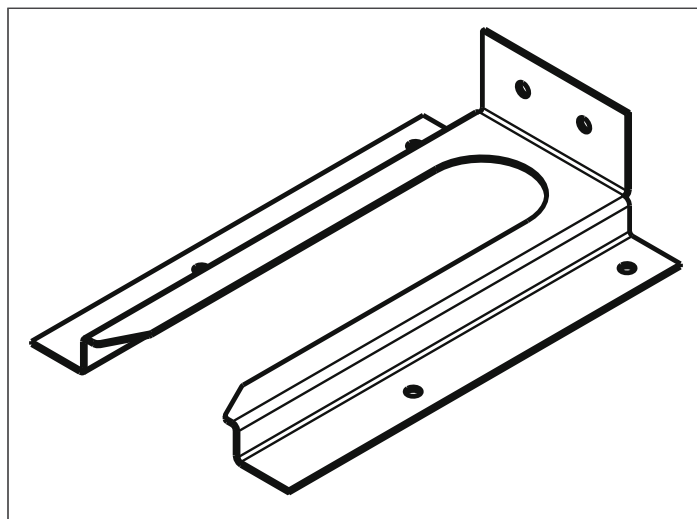
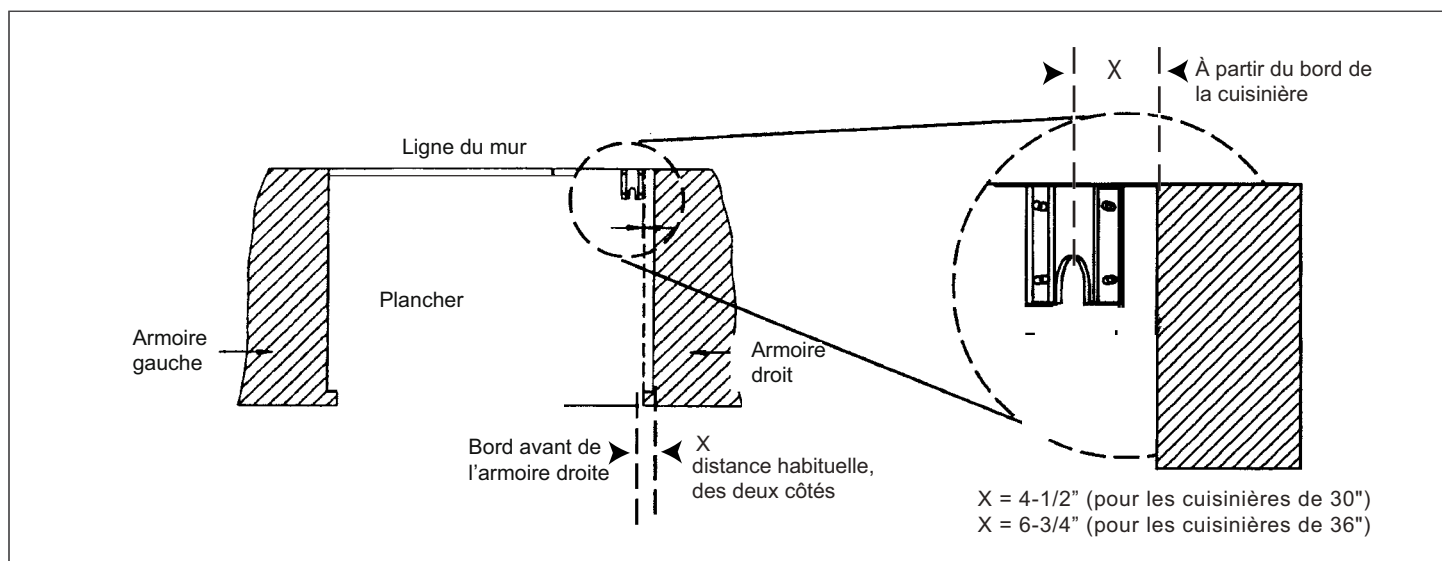
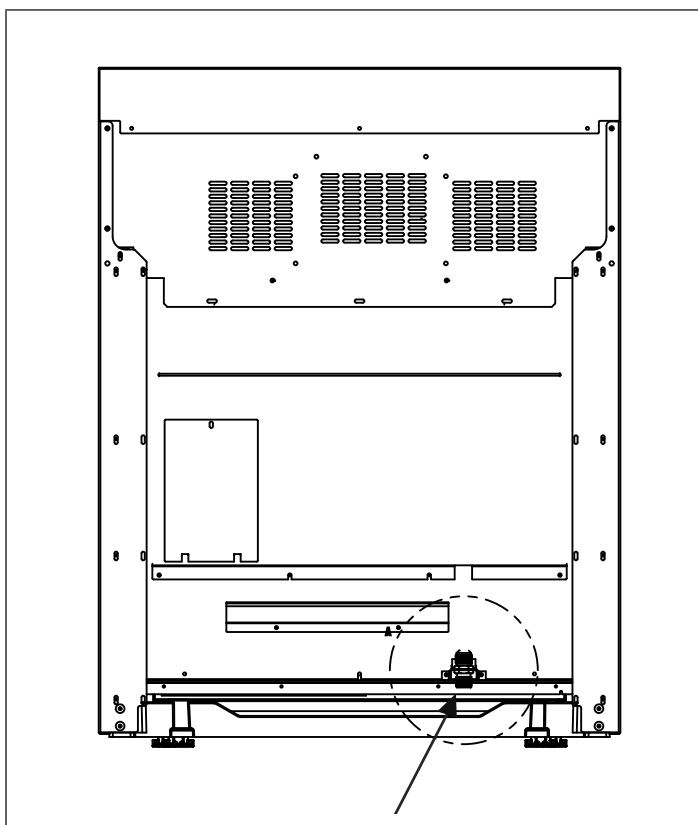

Figure 7 : Montage de la patte antibasculé
Figure 8 : Mise en place de la patte antibasculé (vue du haut)
Figure 9 : Emplacement du tuyau d'arrivée de gaz
Figure 7 et Figure 8.
1. Placez la patte sur l'emplacement comme indiqué à la Figure 8 (la patte peut être utilisée dans un des coins de l'installation).
- Utilisez un raccord à gaz souple de 3/4" entre l'alimentation en gaz et le tuyau d'arrivée de gaz de l'appareil. Le tuyau d'arrivée de gaz de toutes les cuisinières est situé en bas à droite. (Voir figure 8 et figure 9). Le tuyau d'arrivée de gaz de l'appareil est de type NPT 1/2". Prenez garde au tuyau flexible de 19,1 mm (3/4 po) dans les coudes, vous pourriez vous pincer. La longueur suggérée est de 48 po. Vérifiez les codes locaux concernant les exigences. Figure 9